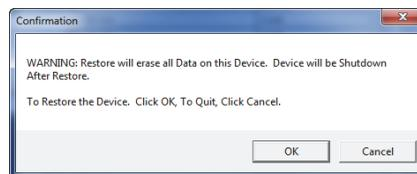

Abbildung 7-30 Dialogfeld Confirmation zur Bestätigung der Wiederherstellung
4. Im eingeblendeten Dialogfeld **Confirmation** (siehe Abbildung 7-30 auf Seite 228) klicken Sie auf **OK**, um das Wiederherstellen zu beginnen.